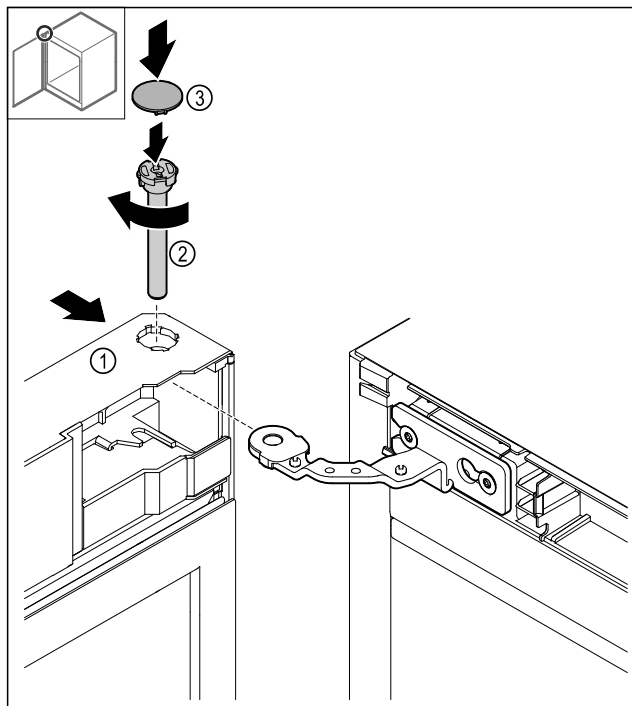

Fig. 40
- ▶ Nasuňte dveře Fig. 40 (1) nahoře na závěs.
- ▶ Zasuňte čep Fig. 40 (2) a pevně jej utáhněte ve směru hodinových ručiček.
- ▶ Nasadte kryt Fig. 40 (4).